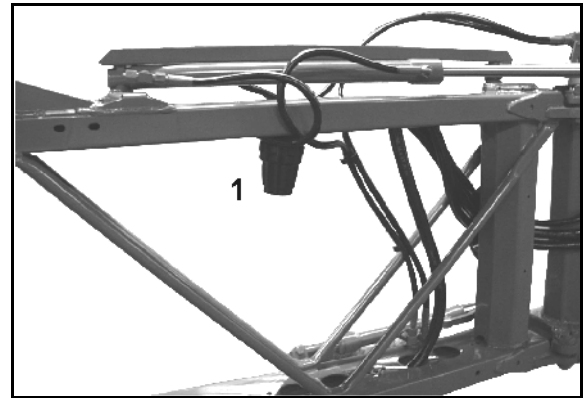

Fig. 195
2. Dacă este cazul, completați cu ulei (maxim până la marcajul (Fig. 195/1) atunci când pompa nu funcționează.
5. Rotiți arborele de antrenare alternativ la dreapta și la stânga și umpleți lent cu noul ulei. Cantitatea corectă de ulei este introdusă atunci când uleiul este vizibil la marcajul (Fig. 195/1).